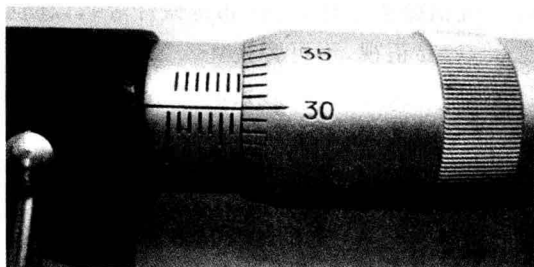

图 1-11 千分尺刻度
千分尺测微螺杆螺距为 0.5 mm , 当微分筒每转一周时, 测微螺杆便沿轴线移动 0.5 mm 。微分筒的外锥面上分为 50 格, 即当微分筒转过一小格, 螺杆便沿轴线移动 $0.5\text{ mm}/50 = 0.01\text{ mm}$ 。在千分尺的固定套管上刻有轴向中线, 作为微分筒的读数基准线, 基准线两侧分布有 1 mm 间隔的刻线, 并相互错开 0.5 mm 。下面一排刻线标出的数字, 表示毫米整数值; 上面一排刻线未标数字, 表示对应于下面刻线的 0.5 mm 值, 其刻线外形如图 1-11 所示。
(1) 测量前, 将千分尺测量面擦净, 然后检查零位的准确性, 并将工件被测表面擦净, 以保证测量准确。
(2) 测量时, 用单手或双手握持千分尺对工件进行测量, 一般先转动活动套筒, 当千分尺的测量面刚接触到工件表面时改用测力手柄, 当听到测力控制装置发出嗒嗒声, 停止转动, 即可读数。
(3) 读数时, 先看清内套筒(即固定套筒)上露出的刻线, 读出毫米数或半毫米数。然后再看清外套筒(活动套筒)的刻线和内套筒的基准线所对齐的数值(每格为 0.01 mm), 将两个读数相加, 其结果就是测量值, 如图 1-11 所示的测量值为 6.80 mm 。